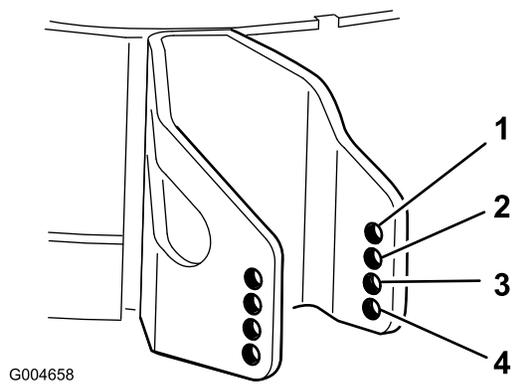

Figura 19
4. Escolha a dimensão do orifício ideal para que o rolo anti-danos fique posicionado o mais próximo possível da altura-de-corte pretendida (Figura 19).